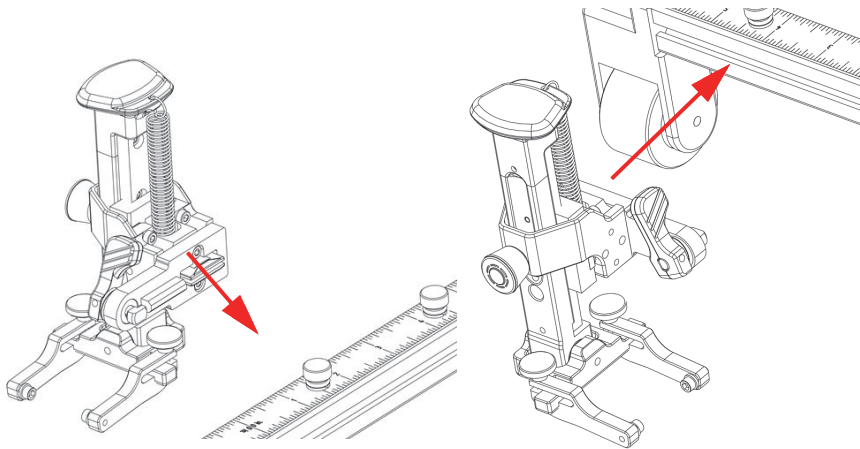

图 2-11 探头托架与导轨槽对齐
2. 将探头托架与导轨槽对齐，确保两者彼此平行（参见第49页的图 2-11）。